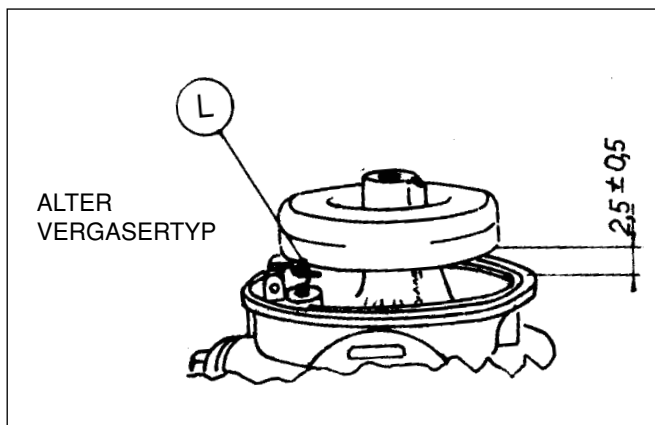

Abb. 16
Drehen Sie Schwimmer und Vergasergehäuse nach dem Zusammenbau um und prüfen Sie den Abstand zwischen Schwimmer und Vergasergehäuse auf der gegenüberliegenden Seite der Aufhängung. Der Abstand sollte 2,5 mm $\pm$ 0,5 mm (3/32") (Abb. 16) betragen. Falls der Abstand eingestellt werden muß, entfernen Sie die Schwimbernadel und biegen die Lasche (L) am Schwimmerhebel nach unten oder
Bei Vergasern, die mit einem weißen Kunststoffschwimmer ausgerüstet sind, ist der Abstand "L" (Abb. 16) voreingestellt und kann nicht verändert werden. Ist der eingestellte Abstand nicht korrekt, ist der Schwimmer beschädigt und muß ausgetauscht werden.